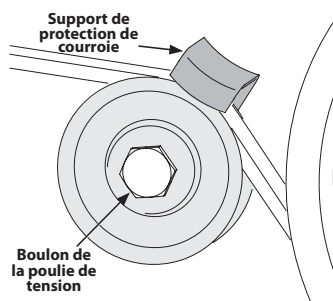

Figure 20
3. Retirez le boulon de la poulie de tension et dégagez la courroie sous le garde-poulie. Voir Figure 20.